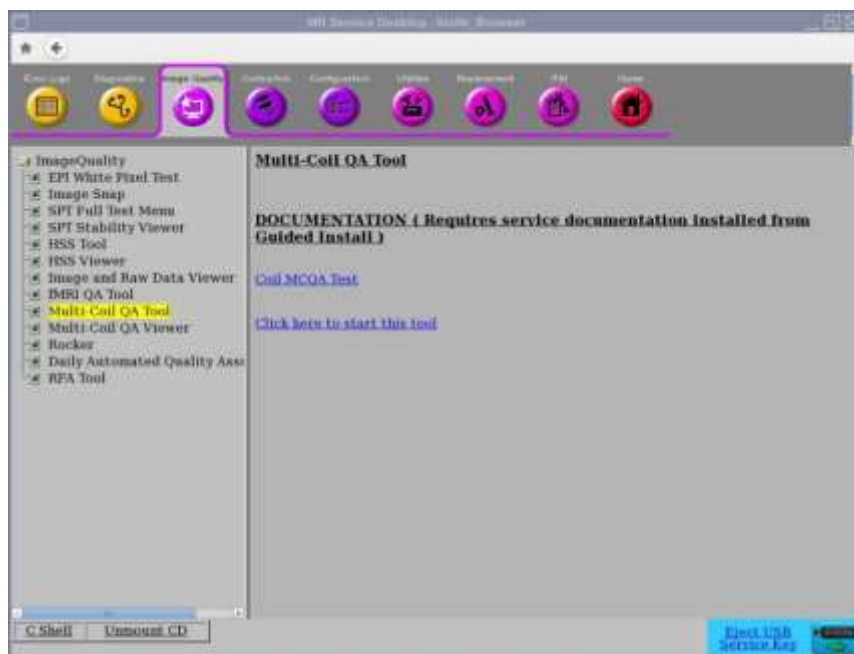

Figura 1
1. Aceda a Common Service Desktop (CSD) -> Service Browser -> [Image Quality] “Multi-Coil QA Tool” -> “Click here to start this tool” (Ambiente de trabalho de assistência técnica comum -> Browser de assistência técnica -> [Qualidade da imagem] “Ferramenta de garantia de qualidade multi-bobinas” -> Clique aqui para iniciar esta ferramenta), conforme mostrado na Figura 1.